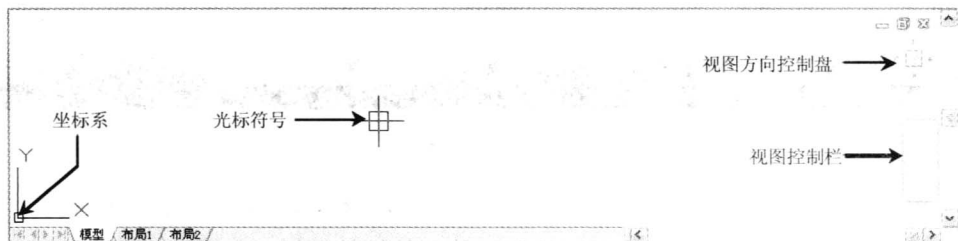

图 1-9 绘图区
- ☑ 绘图区：用于绘制和编辑图形的主要区域，包括坐标系、光标符号、视图方向控制盘、视图控制栏等，如图 1-9 所示。